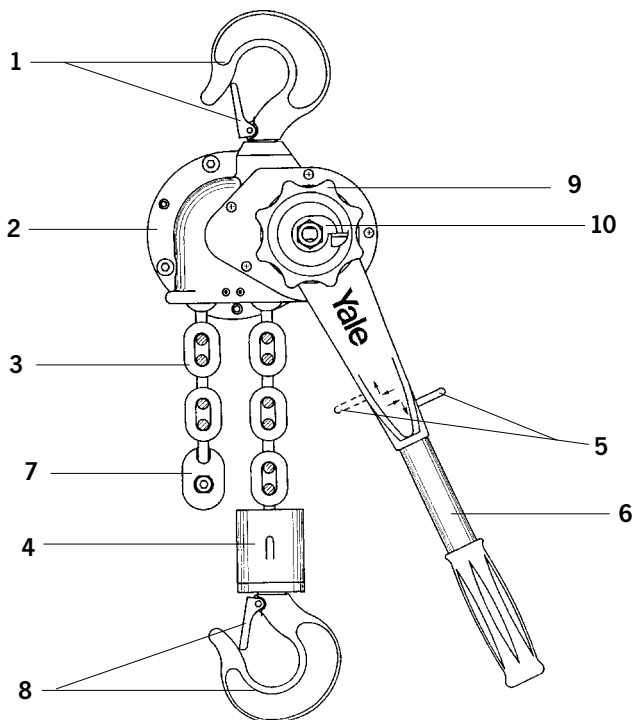

Fig. 10
- Het kettingeindstuk mag niet als bedrijfsmatige hijshoogtebegrenzing gebruikt (Fig. 10).
Schakelpal (Fig. 10) in neutrale stand zetten. De lastketting kan nu snel in beide richtingen worden getrokken en op voorspanning gebracht worden.